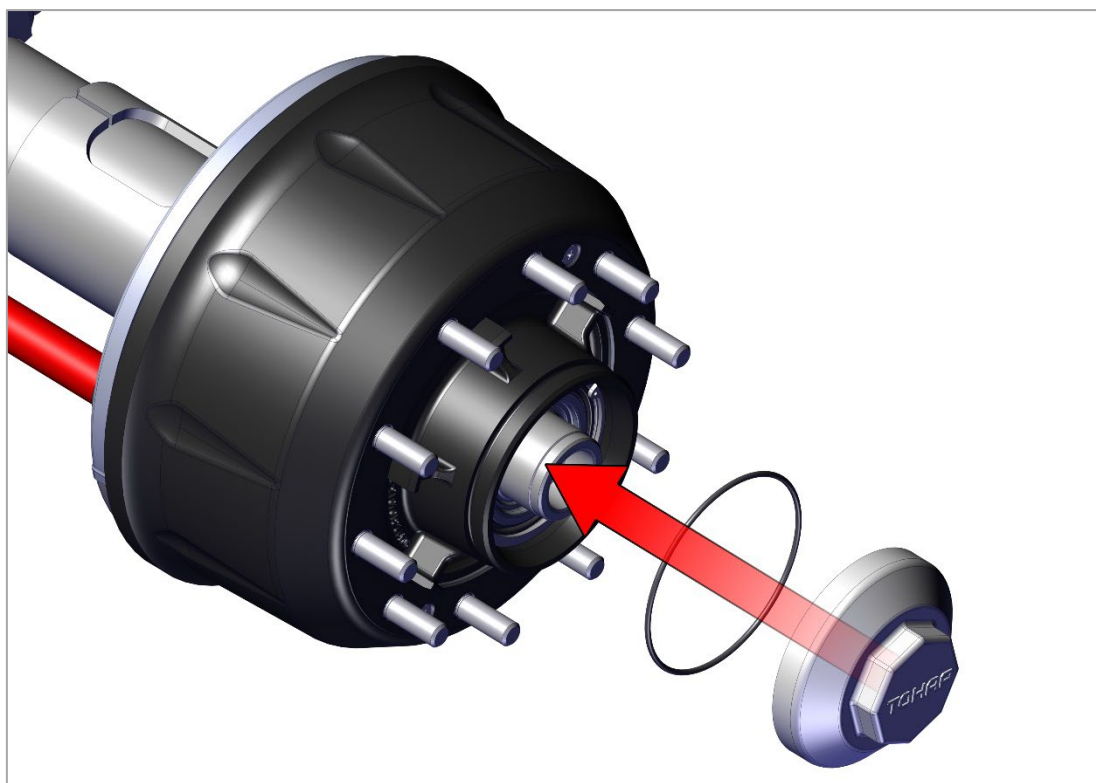

Рис. 22. Монтаж крышки ступицы колеса с резиновым уплотнительным кольцом.
3) Установите крышку ступицы колеса с резиновым уплотнительным кольцом (рис. 22).